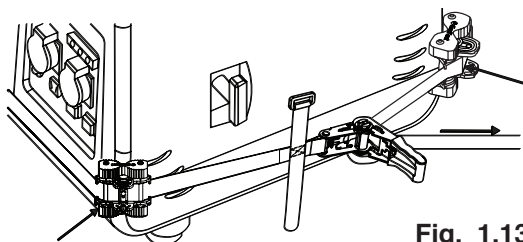

Fig. 1.13
- k. Tirez la sangle en Kevlar® sans relâche à travers le centre de la boucle à cliquet. En maintenant la tension sur la sangle Kevlar®, placez les renforts d'angle dans les positions souhaitées sur les coins de la génératrice. (Fig. 1.13).